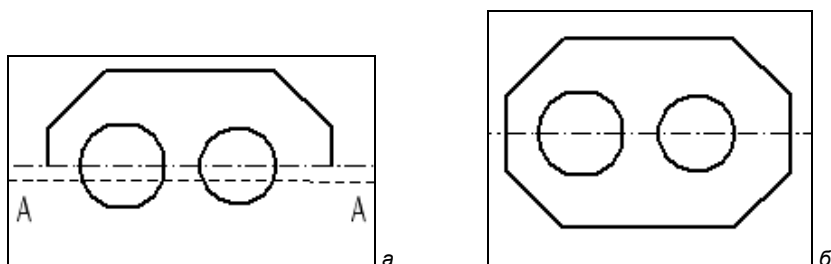

Рис. 10.8. а — верхняя половина детали; б — Эскиз 9
Начертите самостоятельно приблизительно такой же эскиз, какой показан на рис. 10.8, а. Размеры можно не соблюдать, нам будет важен алгоритм построения.
- ◆ укажите ЛК мыши две точки на оси. Система выполнила построение симметричного изображения. Сохраните выполненные построения как Эскиз 9 (рис. 10.8, б).